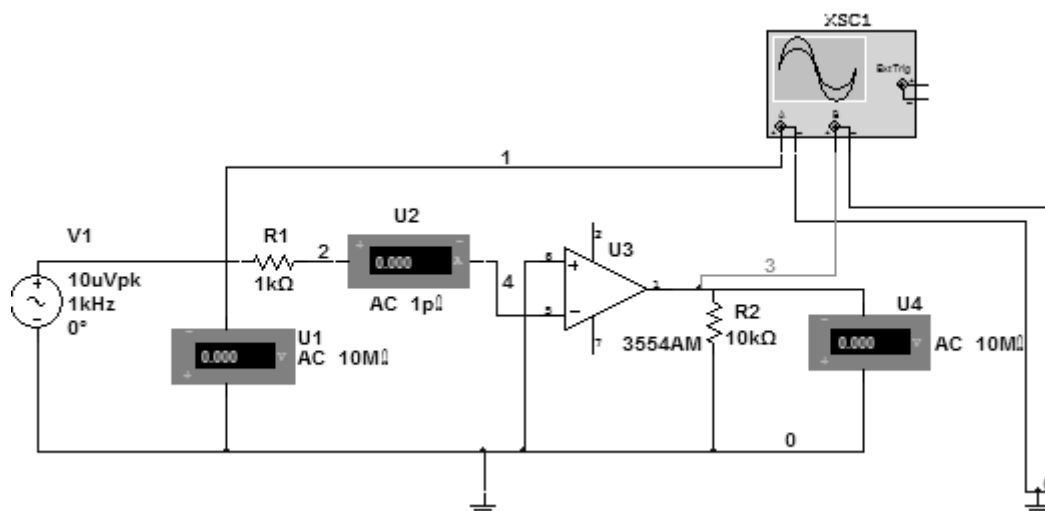

Рис. 1
5.1. Откройте схему усилителя, включенного без обратной связи (рис. 1). Для этого необходимо активизировать программу Multisim. Выбрать папку «Электронная техника» и открыть файл «ОУ без ООС».